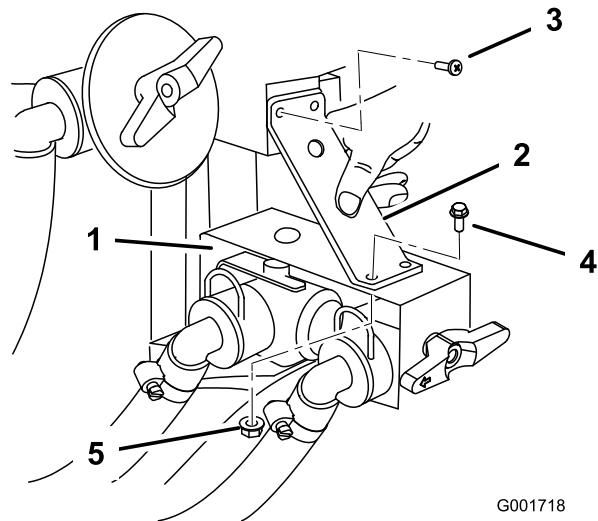

Figure 12
9. Posez le support par dessus le support du distributeur de commande. Utilisez les deux vis existantes qui fixent le raccord en T supérieur pour fixer la partie supérieure du support (Figure 12). Fixez la partie inférieure du support avec deux boulons à embase (1/4 x 3/4") et deux écrous à embase (1/4 pouce).